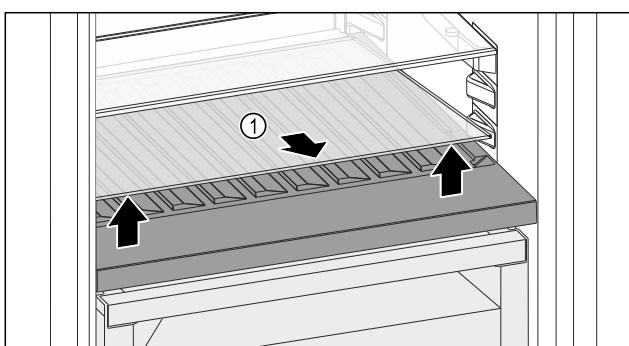

Fig. 156
- ▶ Повдигнете стъклена плоча Fig. 156 (1) при прореза отпред и извадете.
- ▶ Съхранявайте стъклена плоча Fig. 156 (1) на сигурно място извън уреда.